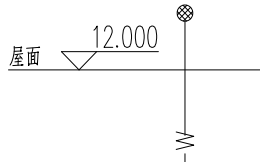

图 3-17 “钢丝球”设备绘制
- “通气”选项组：系统提供了两种通气设备，分别是钢丝球和成品，单击选中其中一种，则所绘制的原理图上的通气设备以所选的样式显示，如图 3-17、图 3-18 所示为钢丝球和成品通气设备的绘制效果。